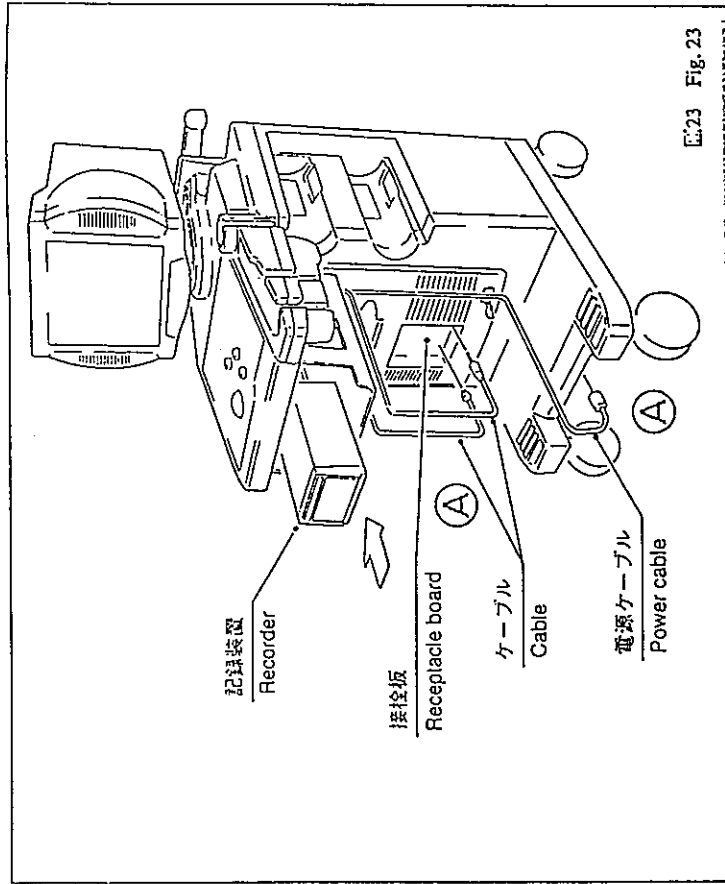

図23 Fig. 23
- (3) 記録装置のケーブルと電源ケーブルを、それぞれフロントカバーの接合板と電源ユニットの接合板に接続する。(図23 ㉓)
- (3) Plug both recorder and power cables, respectively, in receptacle boards on front cover and in power supply unit. (㉓ in Fig. 23)